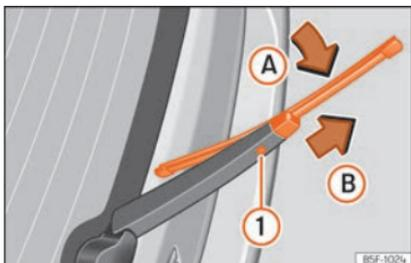

Fig. 81 Remplacement du balai de l'essuie-glace arrière.
- Repliez le balai par le haut vers le bras de l'essuie-glace » » » **fig. 81** (flèche **A**).
- Maintenez enfoncée la touche de déverrouillage » » » **fig. 81** **1** en tirant le balai dans le sens de la flèche **B**. Vous devrez probablement utiliser la force.
- Insérez sur le bras de l'essuie-glace un balai neuf **de même longueur et de même type** dans le sens contraire de la flèche » » » **fig. 81** **B** et encastré-le. Pour cela, le balai doit être en position replié (flèche **A**).